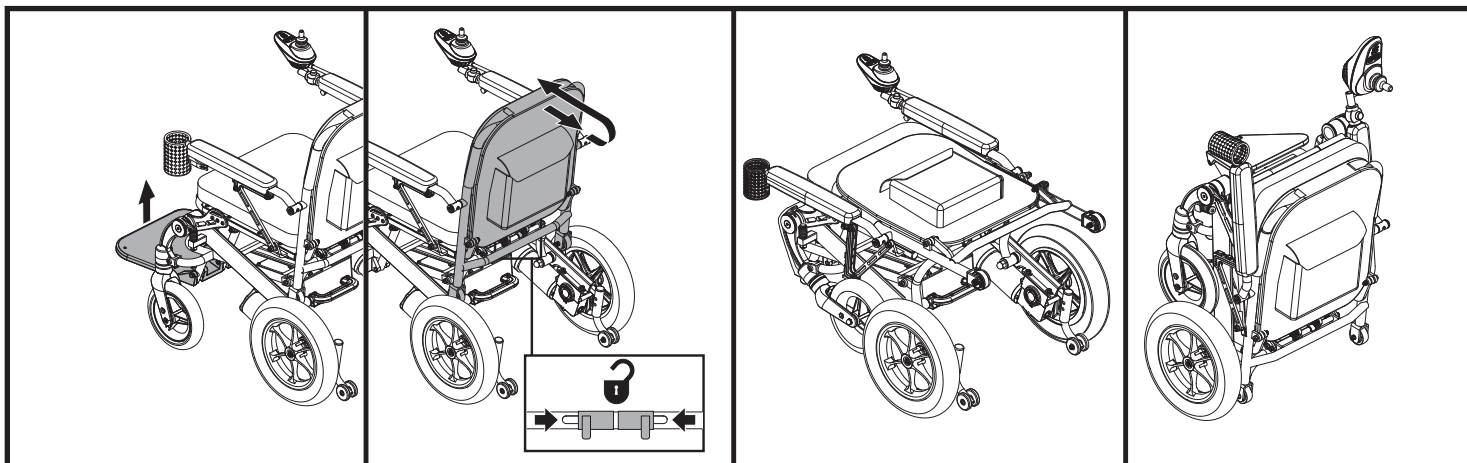

Figure 7. Plier le fauteuil Jazzy® Passport
3. Placez une main sur le dessus du dossier du siège et tirez-le vers vous tout en pressant ensemble les goupilles du mécanisme de verrouillage. **Voir la figure 7.**